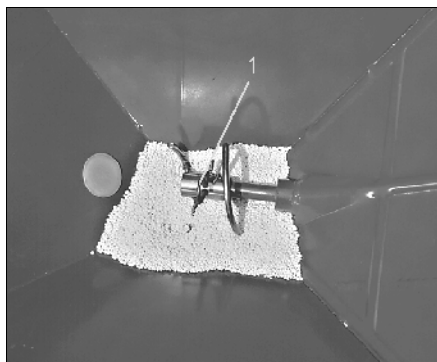

Рис. 58
- Предохранительное срезное устройство валика мешалки – это фиксирующий палец с пружинной защелкой на ворошильном органе спиральной формы (Рис. 58/1).